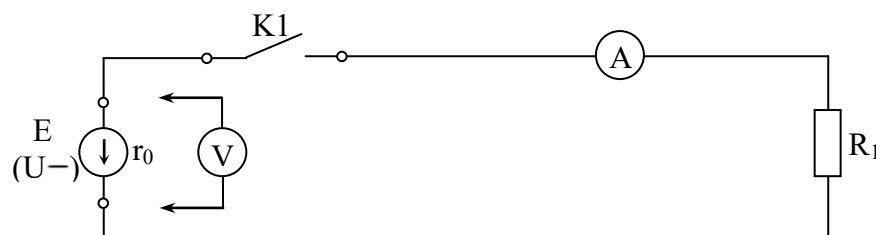

Рис.1. Схема для проверки закона Ома.
2. Собрать электрическую схему (рис.1) и представить на проверку преподавателю.